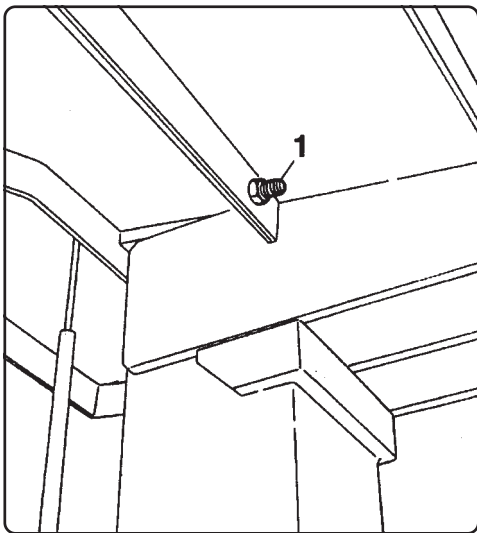
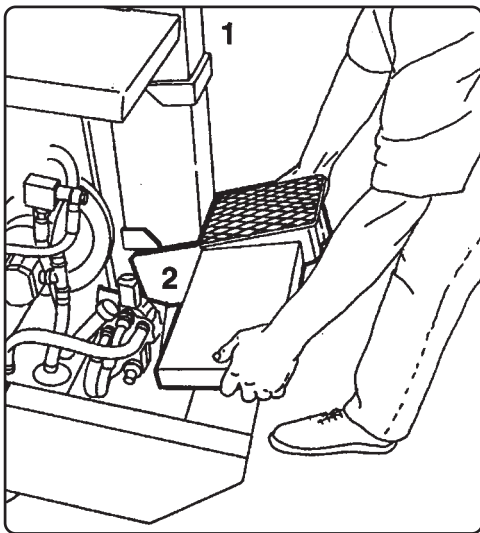

Fig. 6
Fig. 7
- 1) Ubicar la astilladora en posición plana con el yunque bien colocado en la propia sede superior (1 Fig. 7). Solo para el Mod. PS 700/ 900 controlar que el bulón de fijación debajo de la superficie de trabajo esté bien apretado (1 Fig. 6). En el caso que se requiera una mayor distancia entre la cuchilla y el soporte de trabajo coloque este último, en la posición inferior (2 Fig. 7) que se encuentra en larguero de la máquina.
En el Mod. PS700 y 900 es posible aumentar la altura máxima de corte quitando simplemente el tornillo (1 Fig. 6) y desplazando el yunque de la pos. 1 a la pos. 2 (Fig. 7). Controlen que el plano de trabajo se encuentre en el larguero de la máquina.
Colocando nuevamente el yunque en la posición original, recordar que hay que colocar nuevamente el tornillo y la tuerca de bloqueo (1 Fig. 6).